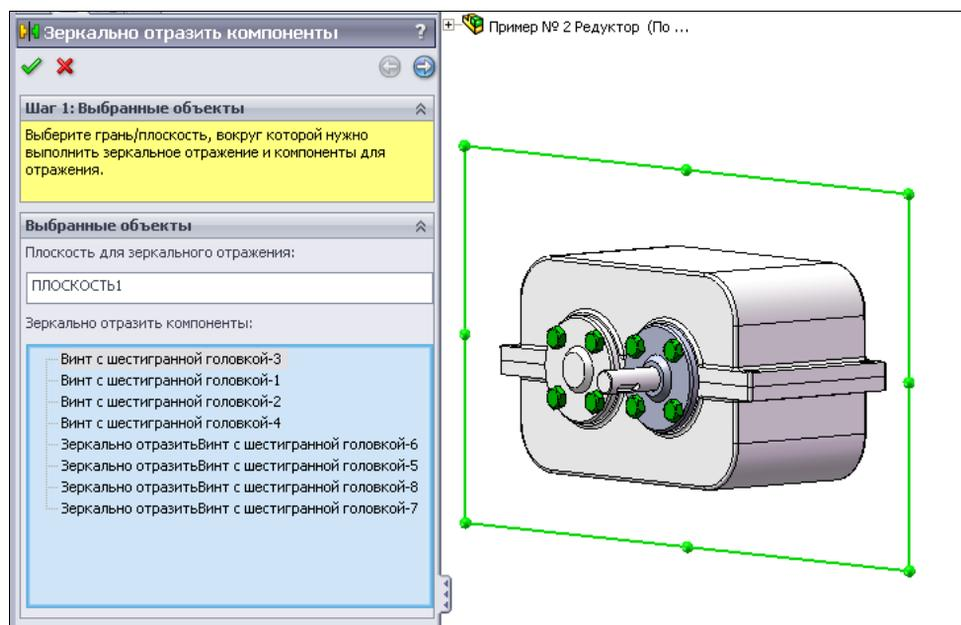

Рис. 6.57
35. Аналогичным образом внесем в сборку еще восемь винтов, отразив зеркально имеющиеся винты относительно ПЛОСКОСТИ1 (рис. 6.57).